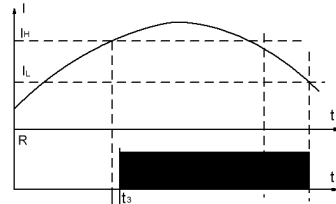

Рис.3 Функция F3
**Реле максимального тока с программируемым гистерезисом (функция F3 рис.3).**